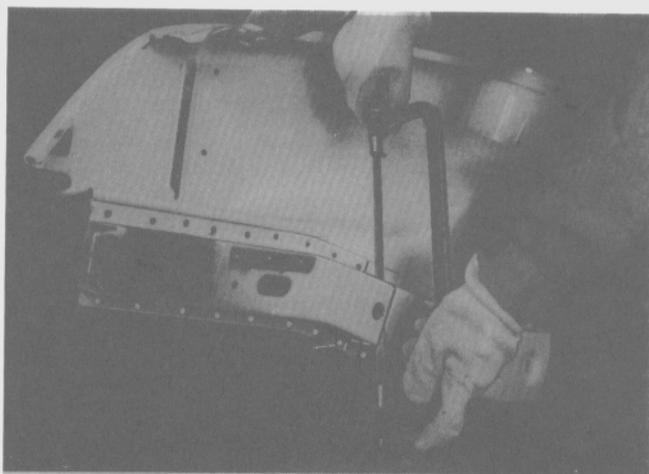

Fig. 131
- Cortar el larguero con un sierra a lo largo de la línea marcada, hasta llegar al panel del guardabarro delantero interior (Fig. 131).